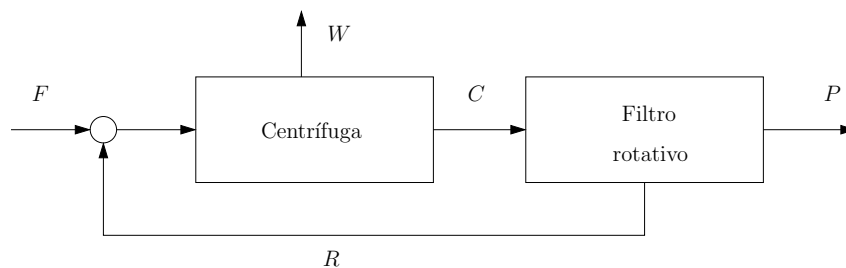

Figura 2: Fluxograma de recuperação de produto farmacêutico.
- O fluxograma de recuperação de um produto farmacêutico é apresentado na Figura 2. Trata-se de um processo de múltiplas unidades, com reciclo e sem reação química no estado estacionário. Denominando o produto farmacêutico como F e a água como A , calcule os valores das variáveis indicadas com “?” na Tabela 1 (vide observações na próxima página).